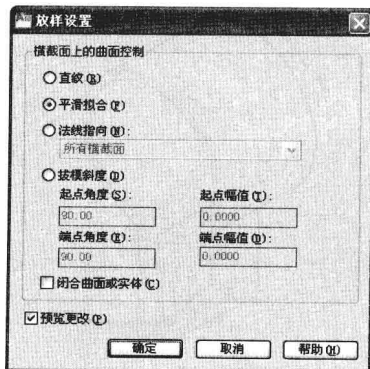

图 8-3-17
(4) 命令行提示“按放样次序选择横截面”，单击矩形，再单击圆，按 Enter 键。
(5) 命令行提示“输入选项 [导向(G)/ 路径(P)/ 仅横截面(C)] <仅横截面>”，按空格键，选择了角括号中的默认选项“仅横截面”，此时打开“放样设置”对话框，选择“平滑拟合”单选按钮，单击“确定”按钮，如图 8-3-17 所示。